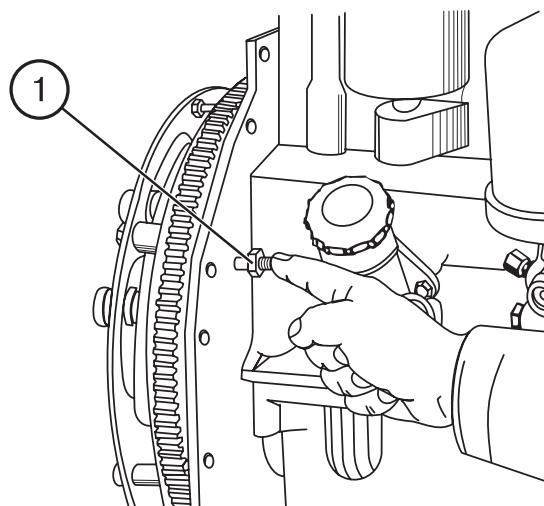

Рис. 47
- д) выверните установочный болт 1 (рис. 47) из резьбового отверстия заднего листа и вставьте его нарезанным концом в то же отверстие до упора в маховик. При этом установочный болт должен совпасть с отверстием в маховике (это значит, что поршень первого цилиндра дизеля установлен в положение, соответствующее 24° до ВМТ). При несовпадении установочного болта с отверстием в маховике произведите регулировку с помощью квалифицированного специалиста.